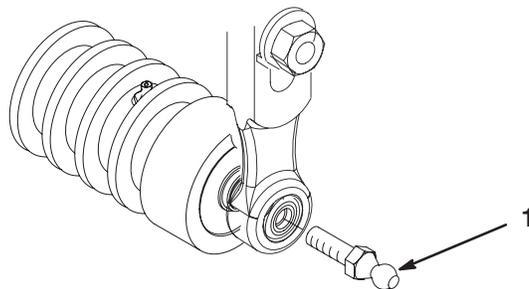

Bild 17
- 4. Drehen Sie einen Kugelbolzen in jedes Ende der Mähwerkvorderrolle (Bild 17).